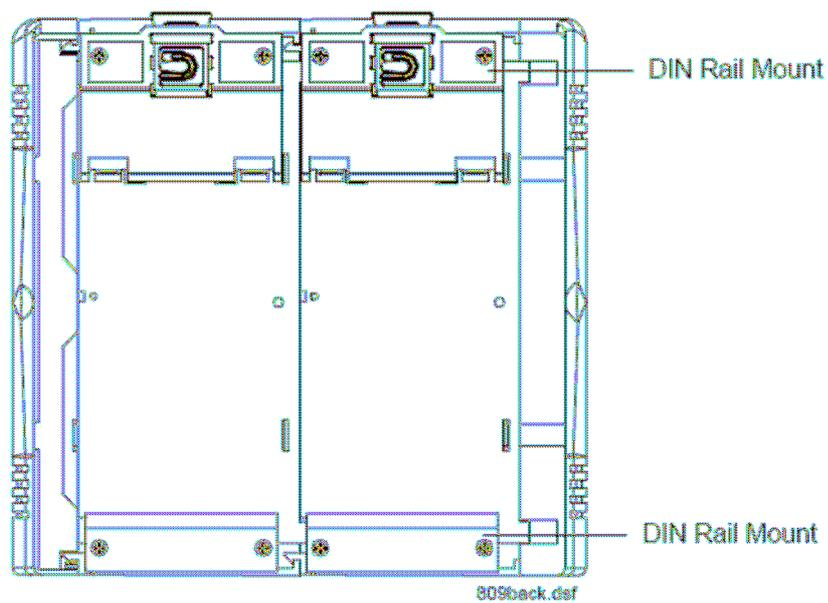

Figura 2-3. Vista Posterior do ROC809
1. Monte o trilho DIN inferior em um painel fechado. Conforme mostra a Figura 2-3.